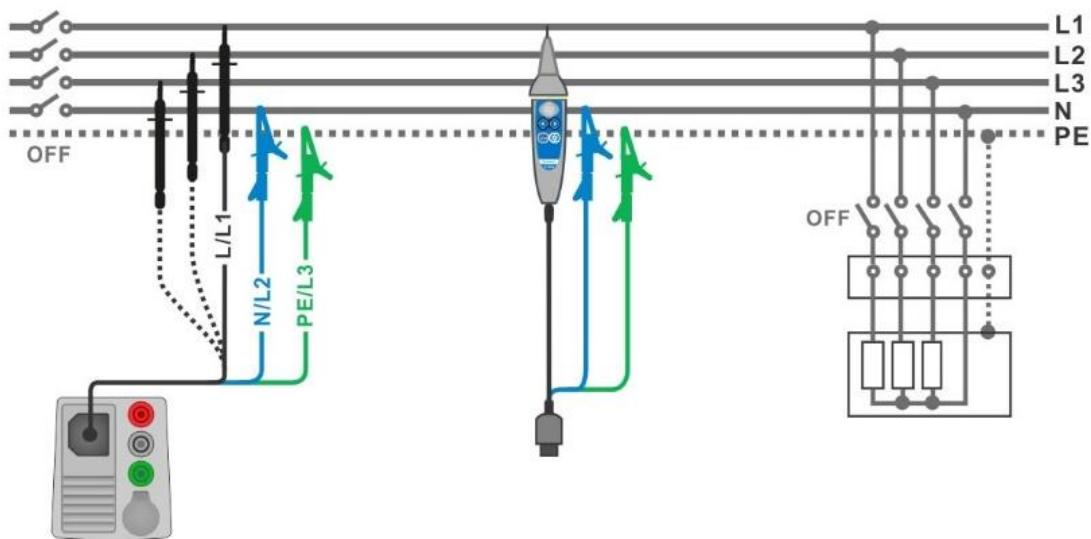

Fig. 4.11: Forbindelse med 3-leder testledninger og Tip commander
- › Forbind testledninger til objektet der skal testes **Fig. 4.11.**